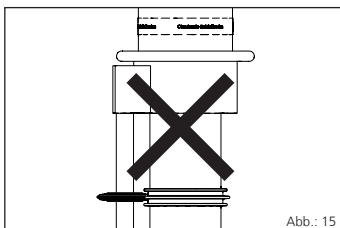
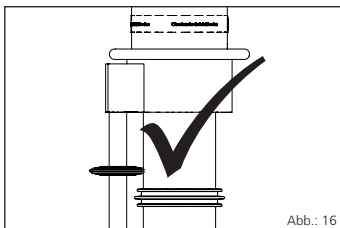

Abb.: 15
Abb.: 16
- Der Wassersperreflansch auf der Aufstellvorrichtung darf sich aus Platzgründen **nicht** auf gleicher Höhe befinden wie die Dreistegdichtung des Mantelrohres (siehe Abb.: 15 und Abb.: 16).